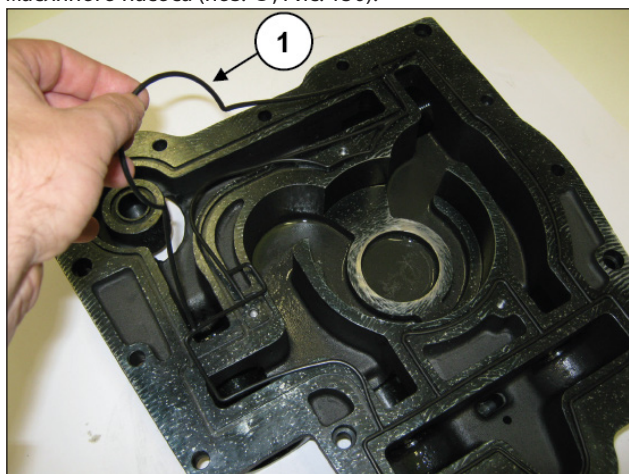

Рис. 150
Вставьте профильное уплотнение O-ring в паз в корпусе масляного насоса (поз. ①, Рис. 150).